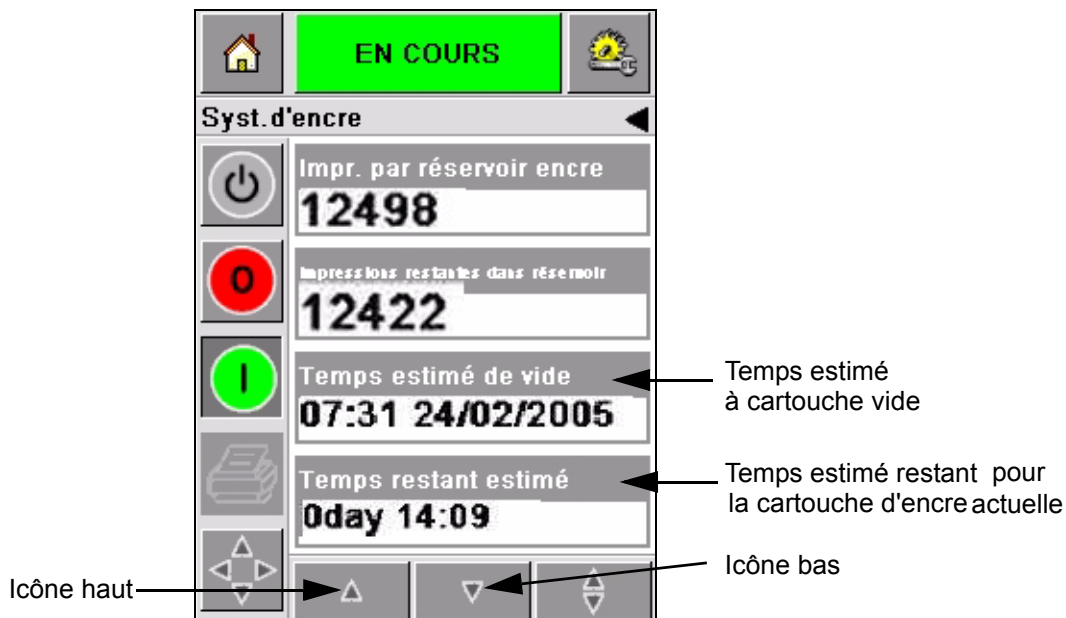

Figure 4-16 : Affichage temps estimé
- Utilisez les boutons fléchés *Haut* et *Bas* pour voir le *temps estimé à vide* et le *temps estimé restant* pour la cartouche d'encre actuelle (Figure 4-16).